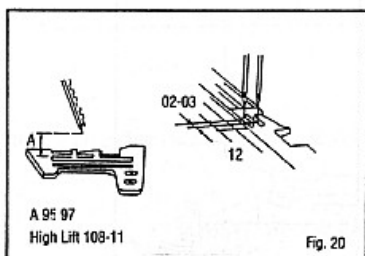

Fig. 20
(1) Agulha e Placa da Agulha (Fig. 20 e Fig. 21)